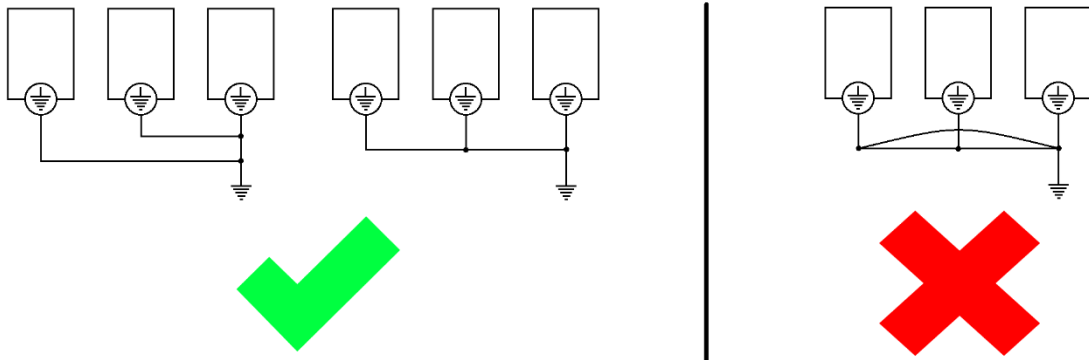

Рисунок 3-31 Схема организации заземления нескольких преобразователей
- 4) При использовании более двух ЧРП не допускается создание петли заземляющего провода (рисунок 3-31).